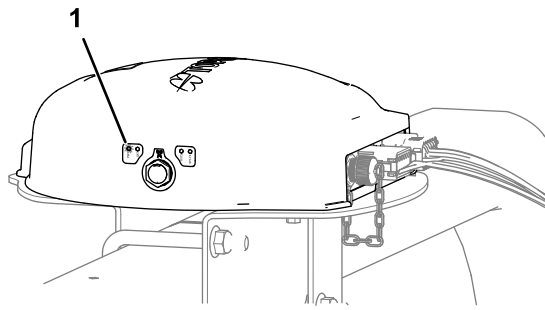

Figura 156
- Recetor de satélite—o indicador PWR acende (Figura 156)